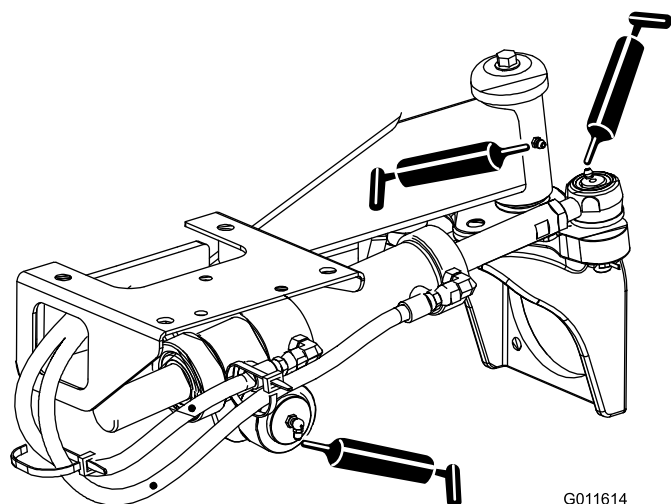

Рисунок 33
- Шаровые опоры гидроцилиндра рулевого управления (2 шт.) и задняя ось (1 шт.) (Рисунок 33)